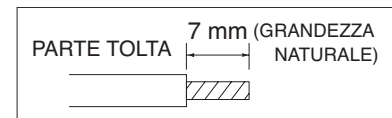

Fig. 26
- Usando le pinze universali, tagliare il cavo all'estremità quindi spelarne la guaina scoprendo circa 7 mm di filo. Vedere l'etichetta (Fig. 26) vicino alla morsetteria.